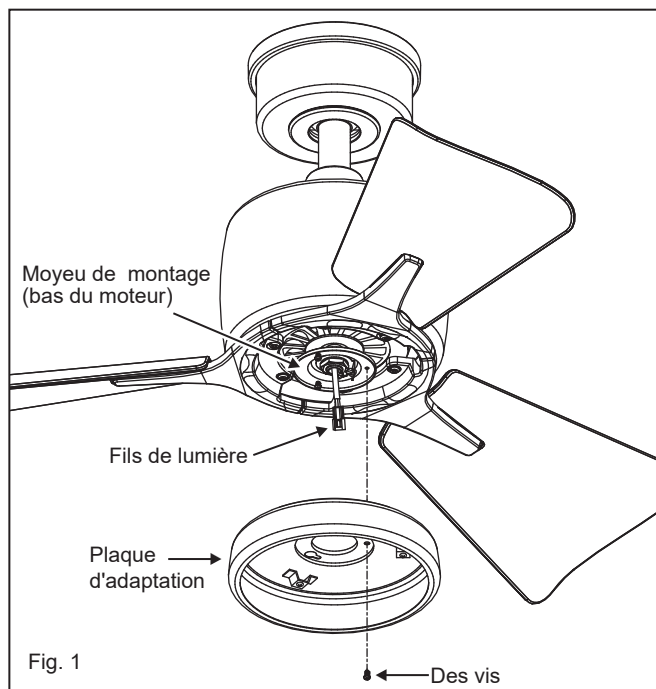

Fig. 1
- 1 Fixez les lames et les bras de lame à l'aide des trois vis de fixation des lames. Insérez les vis de fixation de la lame dans le bras de la lame, mais ne serrez pas. Répétez l'opération pour les deux vis restantes. (Fig. 1)
- 1 Retirez l'une des trois vis du moyeu de montage situé sur le moteur du ventilateur. Desserrez les 2 autres vis. (Ne pas retirer) (Fig. 1)